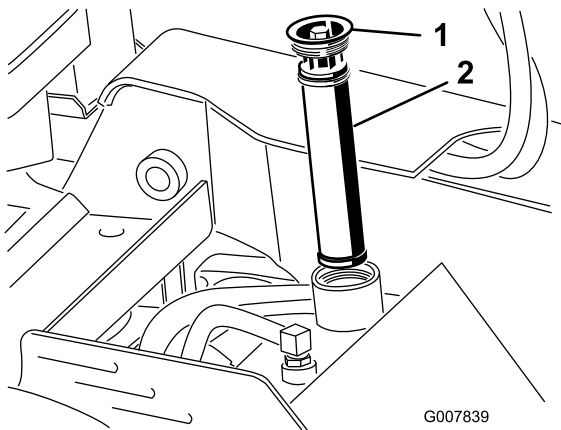

Bild 55
4. Entfernen und entsorgen Sie alten Filter (Bild 55).
5. Setzen Sie den Ersatzhydraulikfilter und den Fülldeckel (Bild 55) ein und ziehen Sie die Schraube oben bis auf 13-15,5 N·m an.